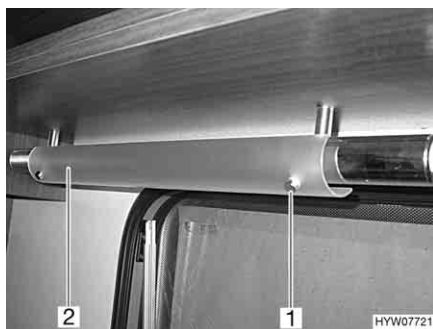

Fig. 182 Luce piano di lavoro/luce area cottura (variante 2)
- Svitare le viti (Fig. 182,1) e rimuovere il diaframma (Fig. 182,2).